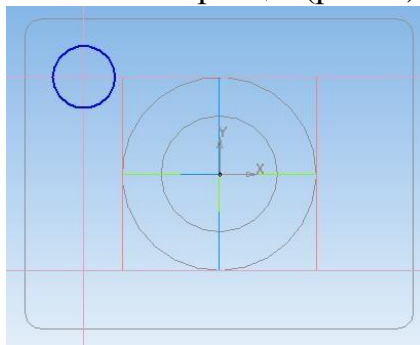

Рис. 6
14. Постройте окружность **диаметром 16 мм.** на расстояние от **оси Y - 35 мм., X - 25 мм.** как показано на образце. (рис. 6)